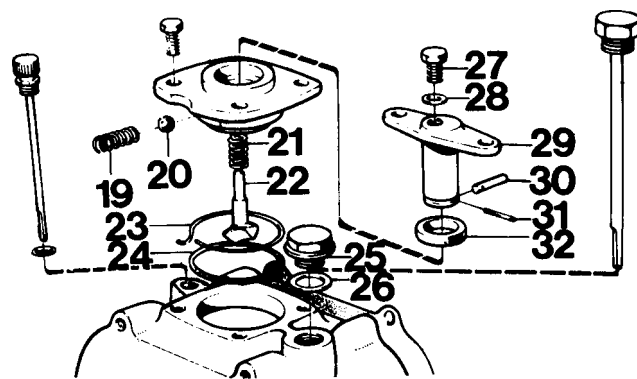
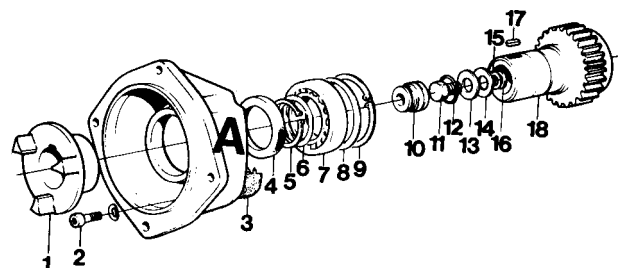

Fig. 8
Fig. 14
1. Extraire la goupille de serrage (31, fig. 8) et la goupille (30). Enlever le fil d'arrêt, les ressorts (19) et les billes (20) (seulement un ressort et une bille sur l'inverseur d'ancien modèle). Extraire le piston excentrique (29). Démontez la bague d'étanchéité (32).
1. Remonter la bague d'étanchéité (32, fig. 8) dans le couvercle, côté avec ressort tourné vers l'intérieur. Employer toujours une nouvelle bague d'étanchéité.
2. Emmancher le piston excentrique (29). Remonter la goupille (30) et la verrouiller avec la goupille de serrage (31). Veiller à ce que la goupille de serrage soit bien introduite au milieu du piston excentrique.
3. Remettre les billes (20) et les ressorts (19). Mettre un fil d'arrêt dans la gorge du couvercle et comprimer les ressorts avec ce dernier. Découper le fil d'arrêt et en rabattre l'extrémité dans l'encoche du couvercle. Ce fil d'arrêt sert seulement à maintenir les ressorts en place au cours du montage du mécanisme de commande dans le carter de renvoi.
4. Remonter le patin de glissement (22), le ressort (21) et le joint torique (24).
2. Enfoncer le roulement (7, fig. 14) dans le carter avant en se servant du mandrin 884500.
3. Poser les cales (8), lesquelles existent dans deux épaisseurs différentes : 0,05 et 0,10 mm. Verrouiller le roulement avec le circlips (9). Pour avoir un jeu de 0,05 mm, commencer par mettre une épaisseur de cale jusqu'à éliminer tout jeu éventuel. Retirer ensuite une cale de 0,05 mm.
4. Enfoncer le pignon (18) dans le roulement en se servant du mandrin 884263. Remarque : l'outil d'appui (mandrin 884488) doit être adapté à la bague intérieure du roulement.
5. Contrôler l'épaisseur et le nombre de cales (6). Poser ensuite les cales et verrouiller le pignon avec le circlips (5). Pour avoir un jeu de 0,05 mm, commencer par mettre des cales jusqu'à éliminer tout jeu éventuel et retirer ensuite une cale de 0,05 mm.
6. Pour bien protéger la bague d'étanchéité (4) en cours de montage, commencer par poser la douille 884487 sur l'extrémité de l'axe du pignon. Enduire la bague d'étanchéité d'un peu de graisse et la monter, côté avec ressort tourné vers le roulement. Remarque : **Enfoncer la bague d'étanchéité jusqu'à ce qu'elle arrive au même niveau que le bord du carter, mais pas davantage.** Enlever la douille et bien fixer la clavette
1. Bien visser le mécanisme de changement de marche dans le carter de renvoi, de telle manière que la vis (27, fig. 8) du pignon excentrique soit décalée vers le côté tribord.
2. Desserrer la vis (27) et enlever toutes les cales (28). Bien serrer la vis et placer le mécanisme en position neutre. Essayer de tourner l'arbre (42). Remarque : Pour s'assurer que le manchon d'accouplement arrive à tourner avec l'arbre, il faut que le pivotement se fasse à l'extrémité de l'arbre de sortie. Poser une cale à chaque fois jusqu'à ce qu'on arrive à tourner l'arbre sans sentir de résistance. Après l'ajustement, enduire de produit d'étanchéité les cales et la vis avant de terminer le travail de montage.
3. Monter la clavette (17, fig. 14) sur le pignon (18). Chauffer le flasque d'entraînement (1) jusqu'à environ 150°C et le remonter.